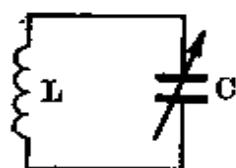

图 8-13
(1) 本机振荡。简称本振。是一种能够自己产生振荡电流的电路。如图 8-13, 由一只线圈 L 和一只电容 C 组成的回路, 只要给它一点电能, 电流就可以在 L 和 C 之间来回流动, 形成电流振荡。改变电容器 C 的容量大小, 就能改变电流振荡的频率。但是, 在振荡的过程中, 原有的电能逐渐被消耗, 如不补充电能, 振荡就会慢慢减小, 以致停止。这种现象与日常生活中见到的老式时钟的钟摆摆动的情况一样, 若忘记了上发条, 钟摆就会慢慢停止摆动。